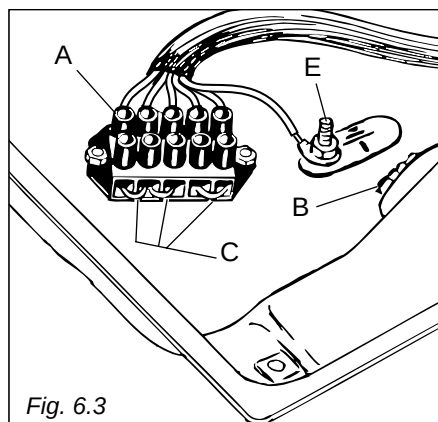
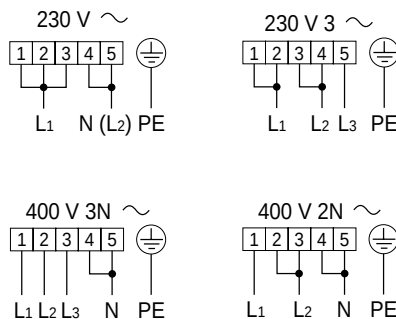

Fig. 6.3
Fig. 6.4
- Placer les cavaliers "C" sur la borne "A" (fig. 6.3) suivant le schéma de la fig. 6.4.
- Connecter les câbles de phase à la borne "A" et le câble de terre à la vis "E" suivant le schéma de la fig. 6.4.